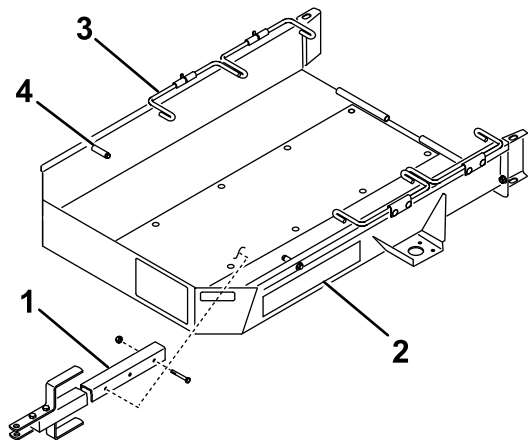

Figura 1
1. Fissate il gruppo timone alla staffa di montaggio nella parte sottostante del pianale del rimorchio con 2 bulloni ( $\frac{3}{8}$ " x  $2\frac{3}{4}$ ") e 2 dadi di bloccaggio (Figura 1).
4. Posizionate l'acceleratore sulla velocità minima e conducete **lentamente** la macchina sopra il rimorchio sinché le ruote di trasferimento entrano in contatto con i fermi del rimorchio (Figura 1).
6. Ruotate la prima serie di aste delle ruote verso il basso dietro alle ruote di trasporto (Figura 1).